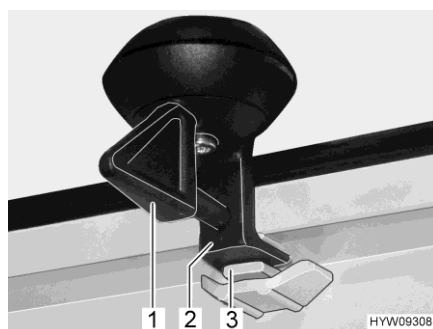

Fig. 47 Bloqueo (posición de ventilación)
- Girar la palanca (Fig. 47,1) un cuarto de vuelta. El bloqueo (Fig. 47,2) tiene que deslizarse al interior de la escotadura superior (Fig. 47,3).